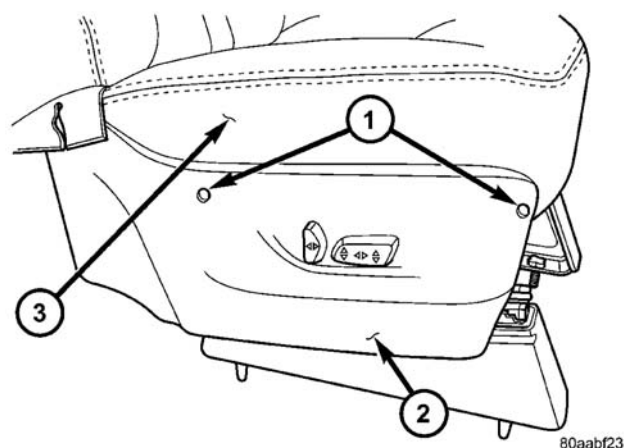

图 18 前座椅侧护板
- （1）卸下将椅垫侧盖装接到儿童座椅的螺钉和塑料按销（图 18）。
- （5）安装将椅垫侧盖装接到儿童座椅的螺钉（图 18）。